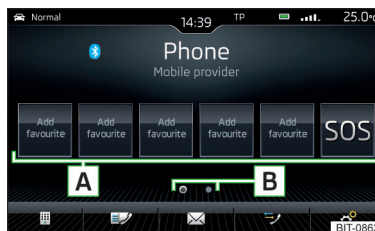

Fig. 213
- Pulse en el menú principal **Teléfono** la superficie funcional libre deseada **A** » fig. 213.
- Para el **cambio del grupo de memoria**, pulsar la superficie funcional **B** » fig. 213.
- Para la **elección**, pulsar la superficie funcional **A** » fig. 213 ocupada.
- Mantener pulsada en el menú principal *Teléfono* la superficie funcional deseada y ocupada **A** » fig. 213.